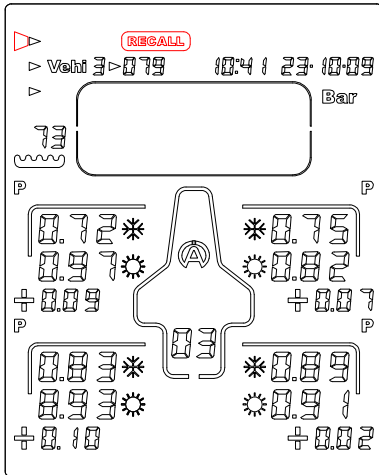

Ilustración 8
- 1) Seleccione el icono «**RECALL**» (*ilustración 8*) utilizando los botones      .